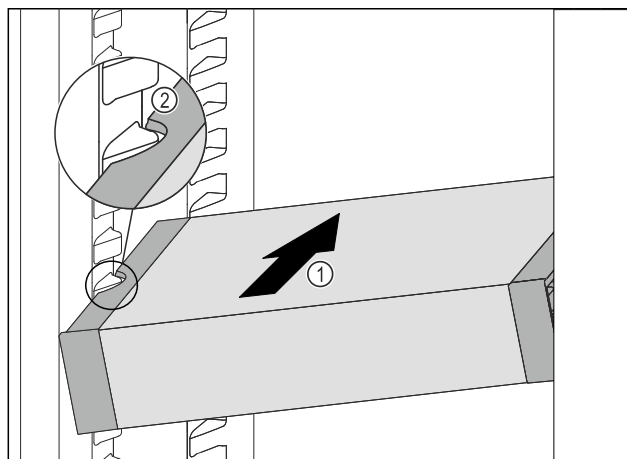

Fig. 129
- Predal VarioSafe potiskajte poševno v hladilnik Fig. 129 (1), dokler stranska izreza Fig. 129 (2) predala VarioSafe nista na višini nastavka za posodo v hladilniku.